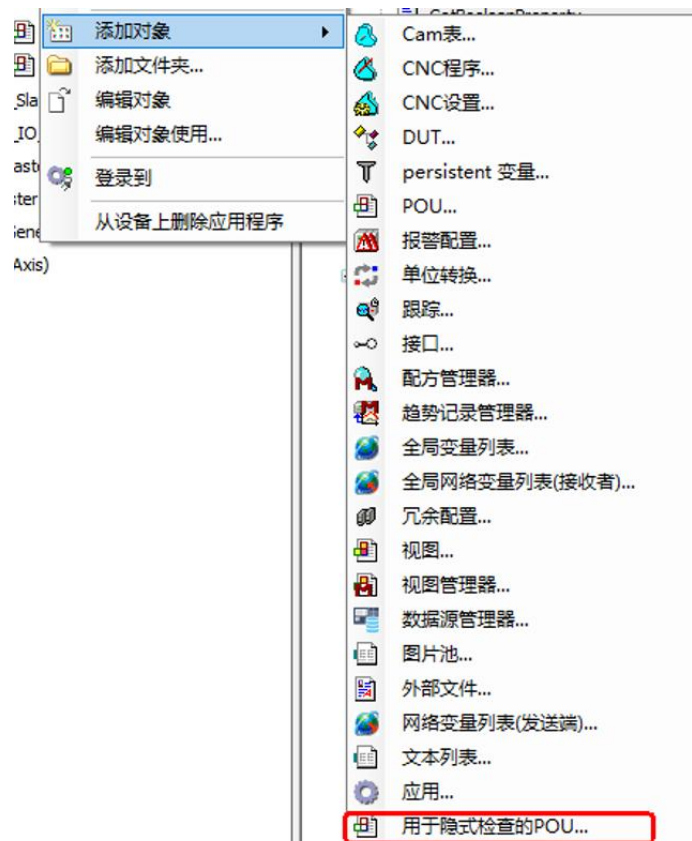

图 16.10 添加“用于隐式检测的 POU”
- 右键“Application”，选择“添加对象”→“用于隐式检查的 POU”，如图 16.10 所示；